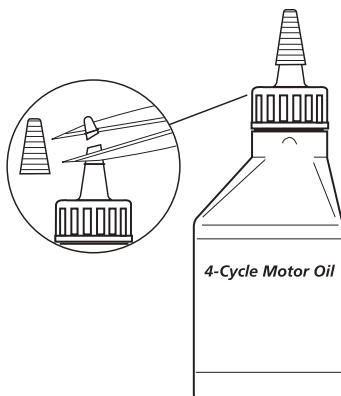

Figure 16
Su unidad trae una botella de aceite SAE 30 SF, SG, SH de 3.4 onzas fluidas (100 ml.) (Fig. 16).
1. Desenrosque la tapa de la botella de aceite y retire el sello de papel que cubre la apertura. Vuelva a colocar la tapa. Corte la punta de la boquilla del embudo (Fig. 16).